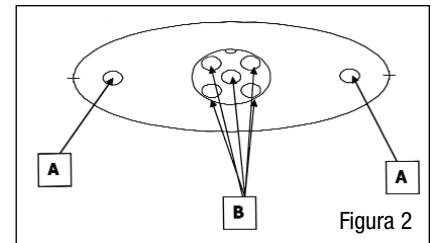

Figura 2
Nota: Algunos juegos de depuradores de aire incluyen un adaptador de ventilación del cárter que se instala en la parte inferior del depurador de aire, en la hendidura que se muestra en la Figura 2 (Adaptador de ventilación del cárter, parte No. 1205). Otros juegos podrían no ser compatibles.
1. Si desea usar la conexión de manguera para ventilación del cárter, taladre dos orificios de ¼ de pulgada (0,64 CM) para pernos (A) en la hendidura que está en la parte posterior de la base del depurador de aire, y después taladre varios orificios de ¼ de pulgada (0,64 CM) (B) en la ventana más grande con hendidura, para que respire la conexión (vea la Figura 2). Fije la conexión a la base con tuercas, pernos y arandelas de ¼ de pulgada (0,64 CM). Asegúrese de desbarbar los orificios que taladre.